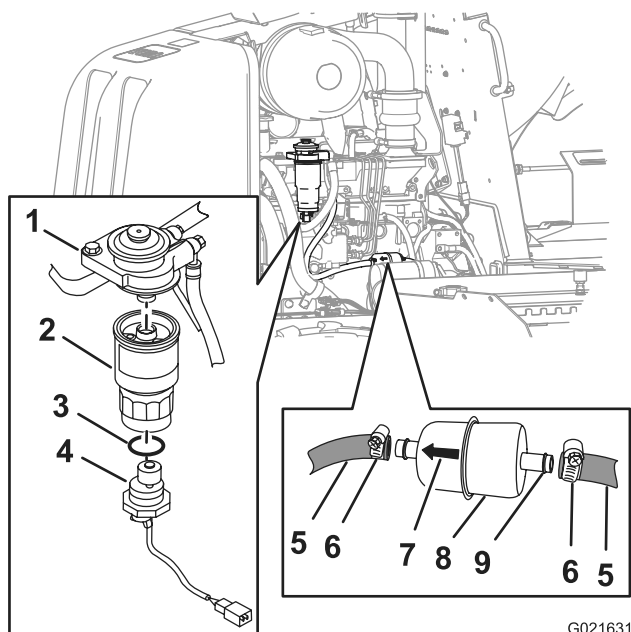

Рисунок 128
4. Ослабьте хомуты шлангов и отсоедините топливный фильтр грубой очистки от топливных шлангов (Рисунок 128).
5. Совместите новый топливный фильтр грубой очистки со шлангами, ориентируясь по стрелке, нанесенной на фильтре и направленной вперед (Рисунок 128).
6. Наденьте шланги на шланговые фитинги топливного фильтра грубой очистки и затяните хомуты шлангов (Рисунок 128).
- C. Надежно возьмитесь за элемент топливного фильтра тонкой очистки, поверните датчик воды против часовой стрелки и снимите датчик воды (Рисунок 128).
- D. Надежно возьмитесь за элемент топливного фильтра тонкой очистки, поверните его против часовой стрелки и снимите фильтр с переходника (Рисунок 128).
- B. Совместите новый элемент топливного фильтра тонкой очистки с переходником фильтра (Рисунок 128).
- D. Выверните новое уплотнительное кольцо поверх датчика воды (Рисунок 128).
- E. Выверните датчик воды в донной части топливного фильтра тонкой очистки (Рисунок 128).
- F. Надежно возьмитесь за элемент топливного фильтра тонкой очистки и поверните датчик воды по часовой стрелке, затянув его усилием руки (Рисунок 128).